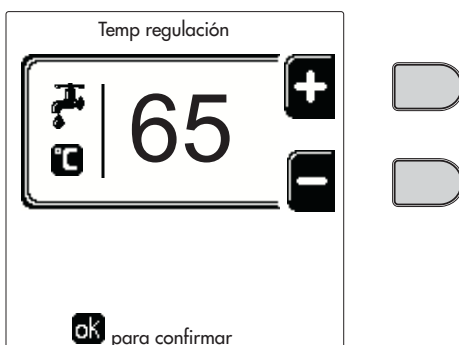

fig. 14
- **ON**. Ante una demanda de calefacción/ACS, la caldera funciona a la temperatura de Regulación de calefacción/ACS (fig. 12/fig. 14) programada.
- **re**. Ante una demanda de calefacción/ACS, la caldera funciona a la temperatura de Regulación Reducida. La temperatura reducida se obtiene restando la temperatura de Regulación Reducción a la temperatura de Regulación calefacción/ACS (fig. 12/fig. 14) programada.